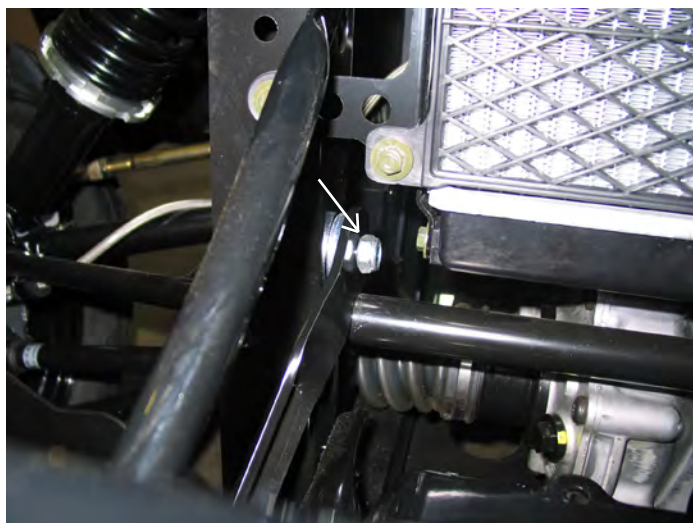

Figure 12
9. Installez les attaches gauche et droite en notant que la grosse extrémité va sur le rail du cadre du véhicule, et la petite extrémité sur le support de montage de lame. Utilisez une rondelle plate 3/8 et un écrou à frein élastique M10. Voir la figure 12.